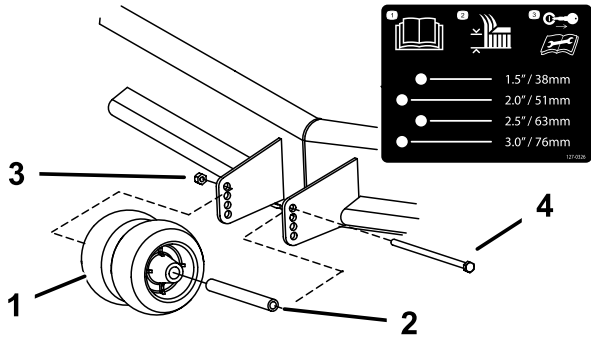

Figura 13
3. Ajuste los rodillos protectores del césped, tal y como se muestra en la Figura 13.